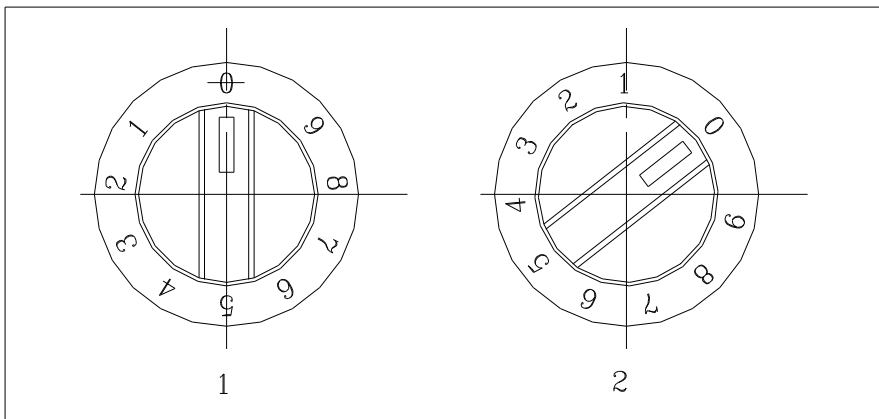

Fig. 3
- b) Girar el mando del regulador en sentido horario hasta que se encienda el piloto 4 (Posición 2, Fig. 3).
- c) Girar el mando del regulador en sentido horario a la posición deseada, (Fig. 3, TABLA 1). Se enciende el piloto 5.
- d) Para apagar, girar el mando del termostato en sentido horario hasta la posición 1 de APAGADO (0).